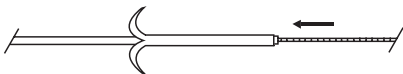

Fig. 2
b) L'extrémité du cathéter étant droite, faire avancer le cathéter sur le guide. (Fig. 2)